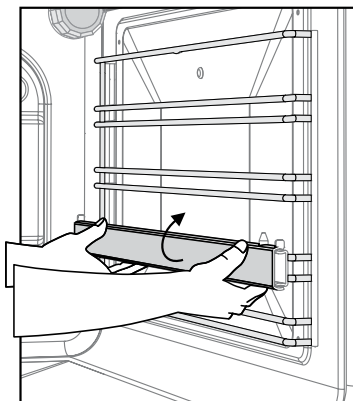

Рис.6
- Телескопические полки могут быть установлены на разной высоте, в зависимости от того, на каком уровне должно идти приготовление пищи. Чтобы переустановить телескопическую полку, необходимо отвести ее нижний край (рис. 6), а затем движением вниз снять с проволоочных направляющих. Установка на другой уровень производится в обратной последовательности.